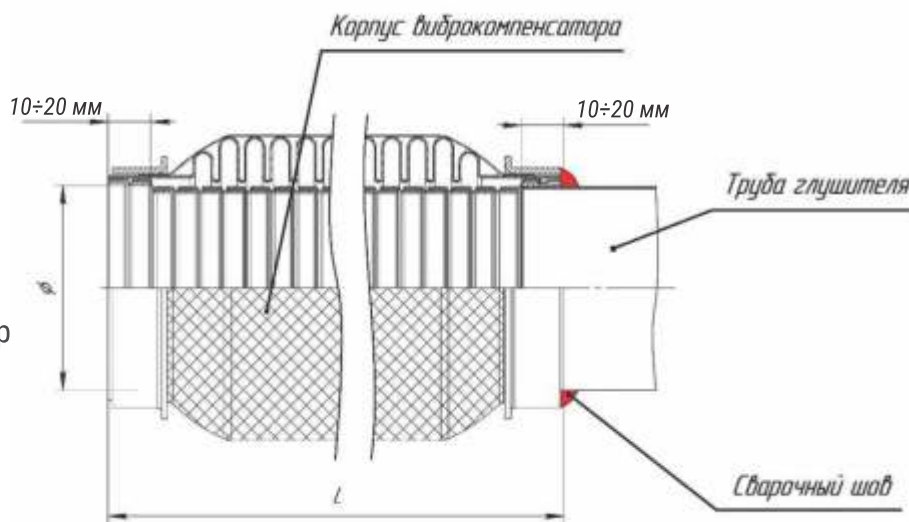

Рис. 1
2. Трубы глушителя с обеих сторон вставить в корпус виброкомпенсатора (гофры) на глубину 10-20 мм, как можно точнее совместив оси (допустимое отклонение осей $\pm 5^\circ$) (рис. 1).